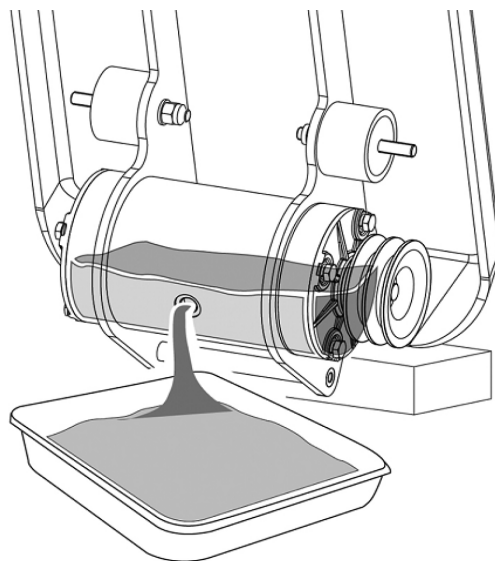

Рис. 17
- Наклоните рабочую плиту и слейте масло из виброблока в подготовленную для этого емкость (рис. 17).